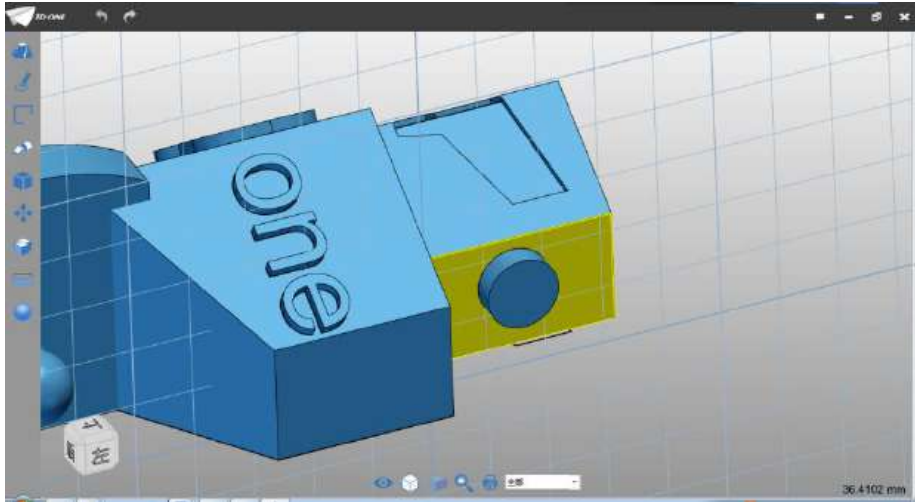

图 2-19
Step 19 完成拉伸。选择直线命令, 绘制平面选择如下图 2-19 所示: